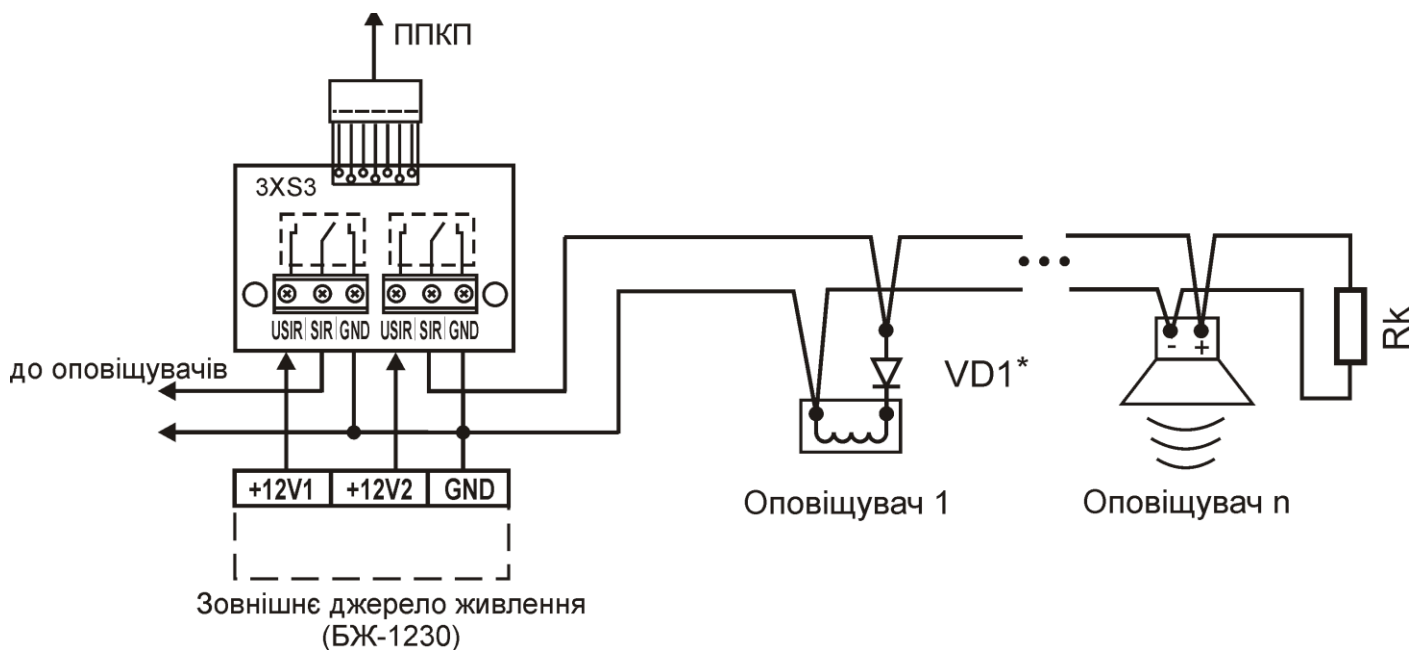

Рисунок 2 – Підключення МРЛ-2.2.
3.1 Модуль за допомогою з'єднувача ЗХСЗ (рис. 2) підключається до ППКП та закріплюється в його корпусі (див. паспорт на відповідний ППКП). Призначення клем МРЛ-2.2 наведено в табл. 3.